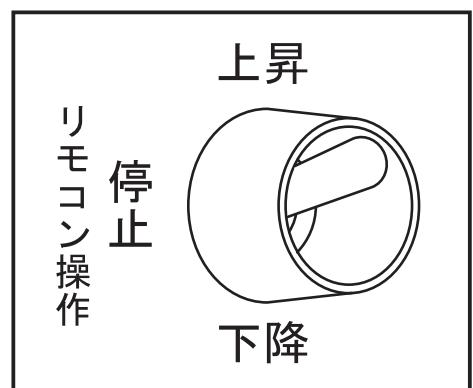

図5
10. トグルスイッチのレバーを上に入れるとモータが回転し、シリンダに圧油が送られます。(図5)